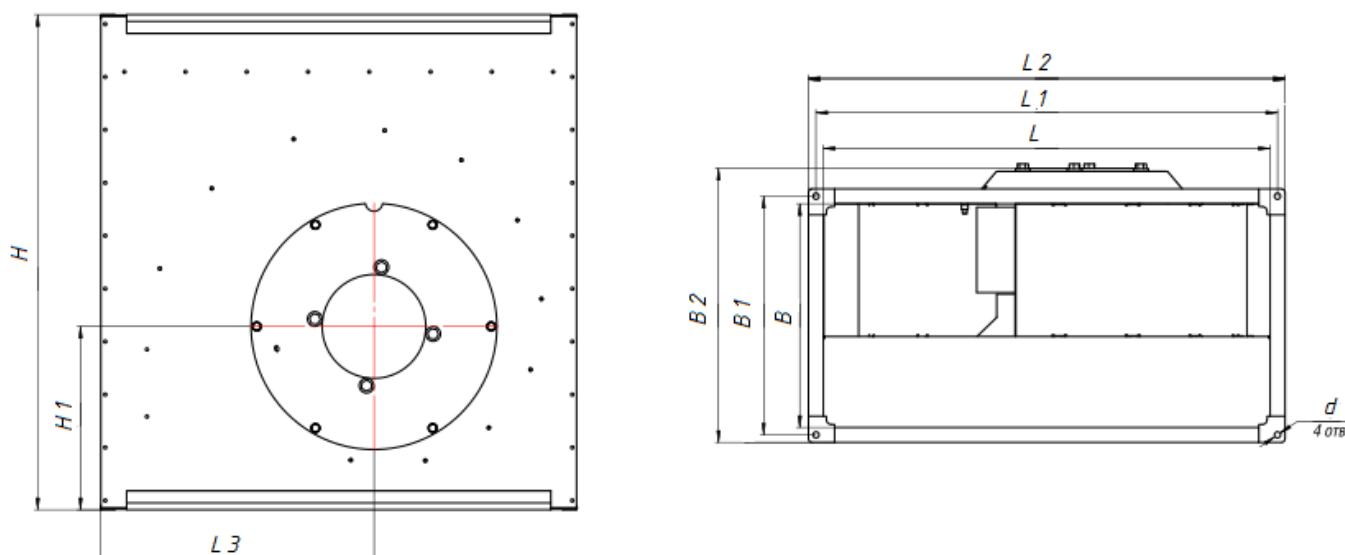

Рисунок 1. Габаритные и присоединительные размеры вентиляторов ВКП, ВКП-Ш
1.1.3. Устройство вентиляторов, габаритные, присоединительные и установочные размеры вентиляторов указаны на рис. 1., табл. 1, 2